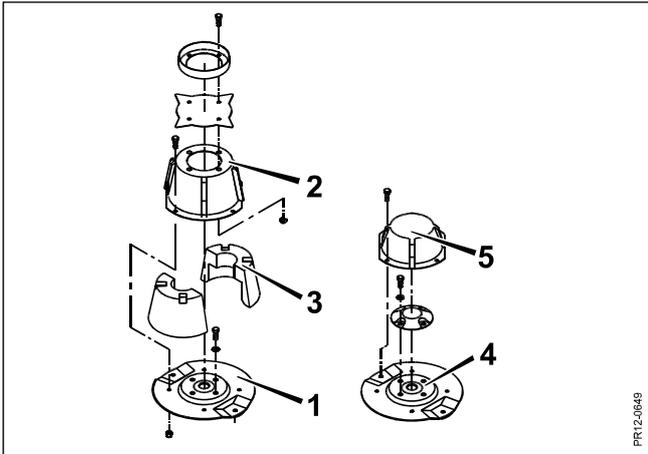

Fig. 3-9
**Fig. 3-9** Auf jeder der beiden äußersten Scheiben **1** ist ein großer Zylinder **2**, der innen zwei Schaumeinsätze hat **3**. Diese sichern, daß sich Staub und Schmutz nicht unter den Zylindern sammeln und Unwucht verursachen.